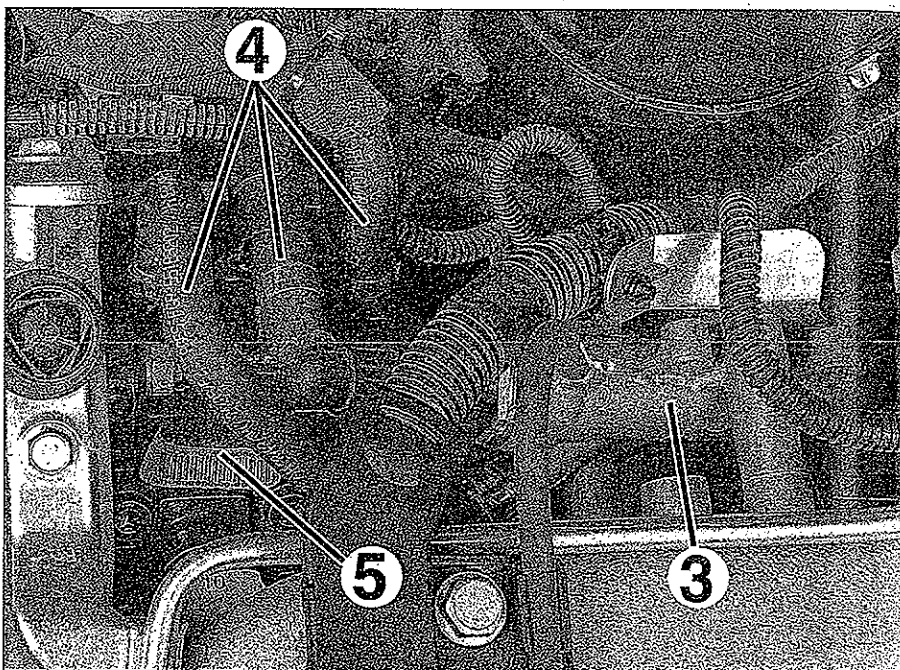

FIG. 25
- Desmontar el amortiguador de retorno de combustible (3) con la tubería de retorno de combustible conectado a éste (fig. 25).